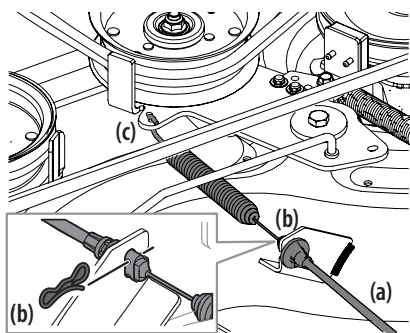

Figure 34
- Retirez le câble de la prise de force (a) à l'arrière du plateau de coupe en enlevant la goupille fendue (b) qui le fixe. Enlevez le ressort (c) du support de la poulie de tension. Voir Figure 34.